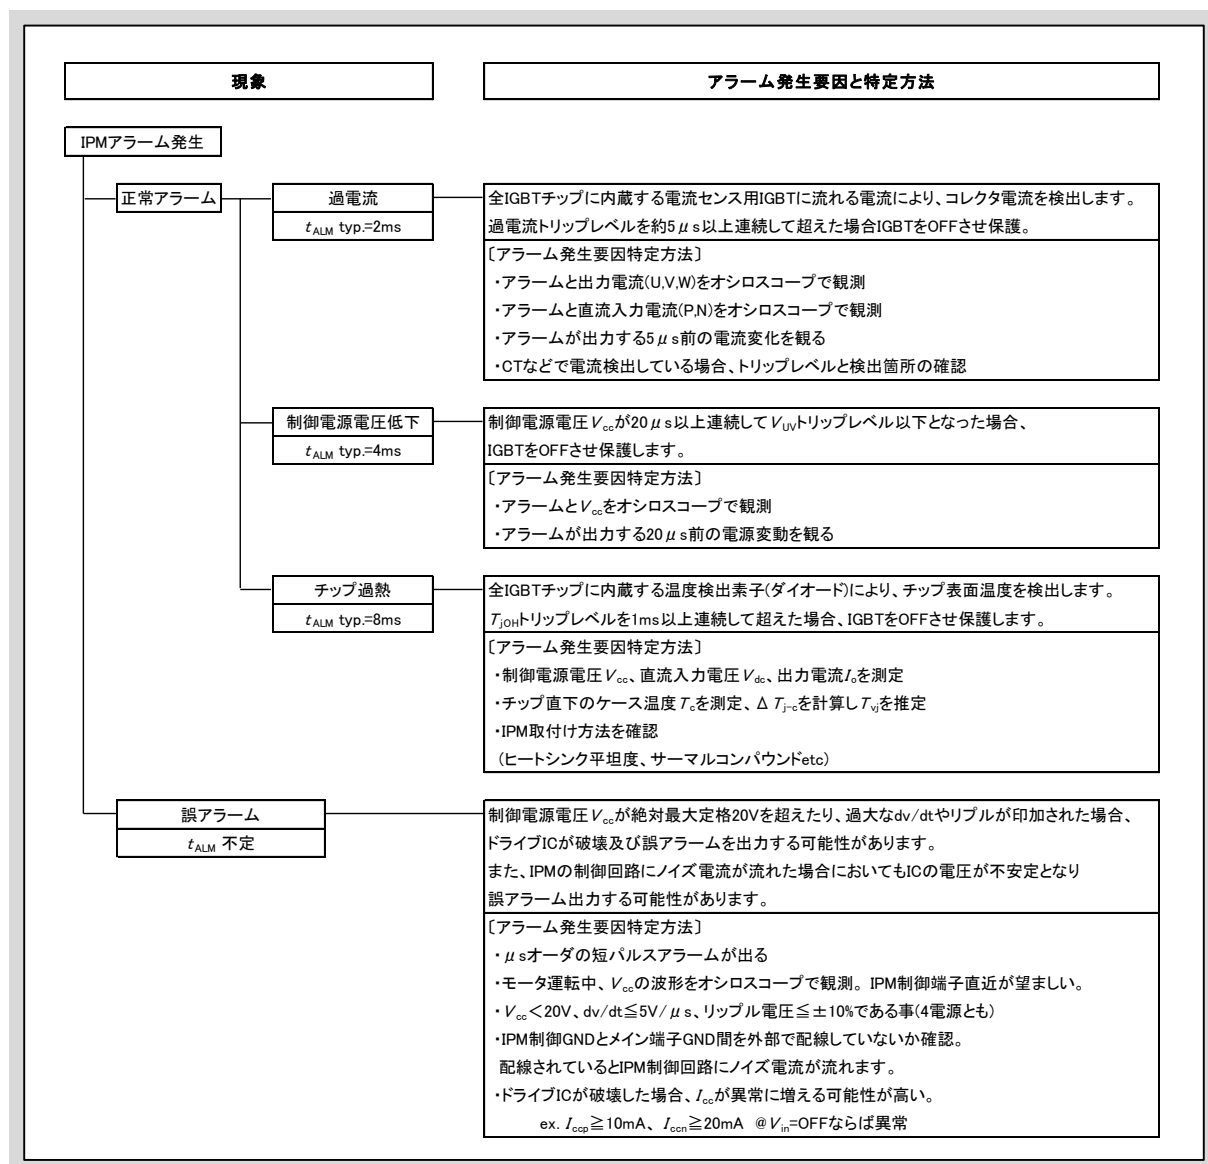

図7-2 アラーム要因解析図
2. 故障要因解析図	7-2
もし、IPM からのアラームである場合は、図7-2のアラーム要因解析図に従って、要因の特定をお願いします。X-IPMは、V-IPMと同様に、アラームの幅を確認する事により、どの保護機能が動作したか識別可能な製品となっているため、アラームの幅を確認の上、要因解析を進めて頂ければ要因解析時間の短縮が図れます。尚、アラーム電圧の測定にあたっては、IPM アラーム端子とアラーム用フォトダイオードのカソード間に1.3kΩの抵抗を挿入した状態でIPM アラーム端子電圧を測定して頂ければ、容易にアラーム出力電圧の測定が可能となります。